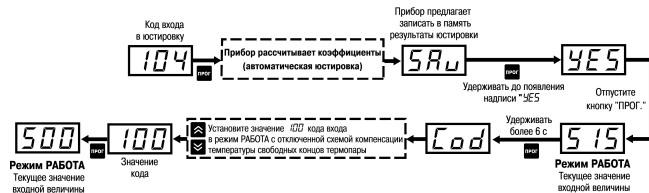

Рисунок 8.6 – Последовательность действий при юстировке схемы прибора с термопарой
4. Не менее чем через 15 – 20 сек после включения питания произвести юстировку прибора (см. *рисунок 8.6*).